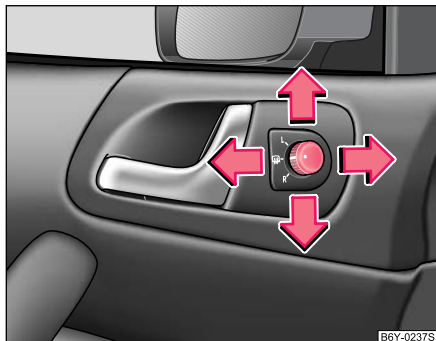

Fig. 42 Contre-porte: Bouton rotatif
- Faites tourner le bouton sur la position  ⇒ fig. 42